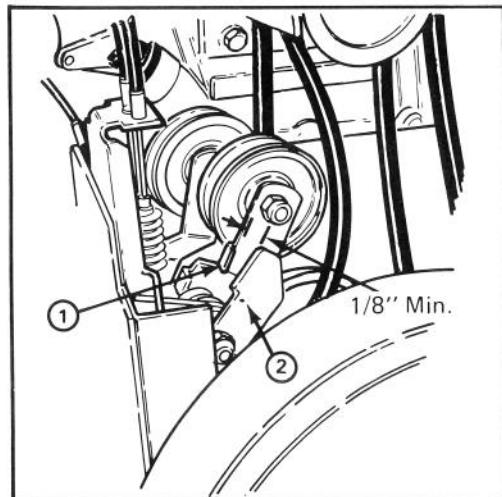

Abbildung 22
1. Die drei (3), die Riemenabdeckung am Motorrahmen befestigenden Kopfschrauben entfernen und die Abdeckung auf den Kabeln nach oben schieben.
2. Leitrad- und Bremseinstellung überprüfen. Der Mindestabstand zwischen der Zunge am Gebläselenkzischenhebel und Bremshub (Abb. 22) sollte 3 mm betragen. Ist der Abstand weniger als 3 mm, ist der Riemen auszutauschen.